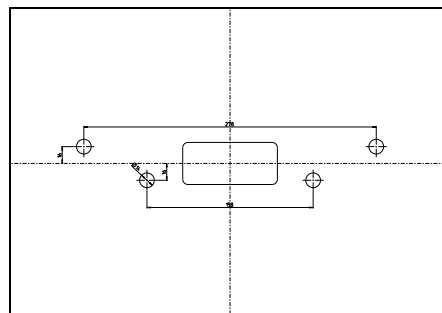

図 2: 穴あけ寸法
- ▶ アンカーロッドの穴あけ寸法については、図 2 を参照してください。